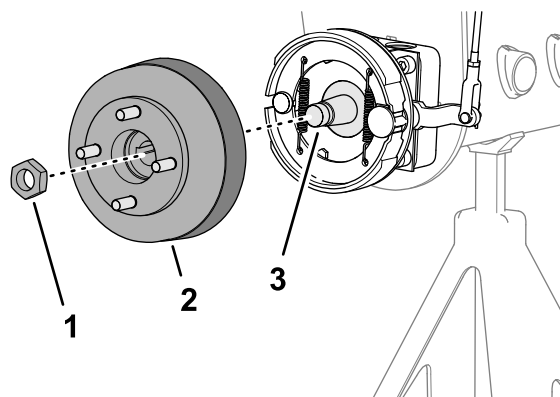
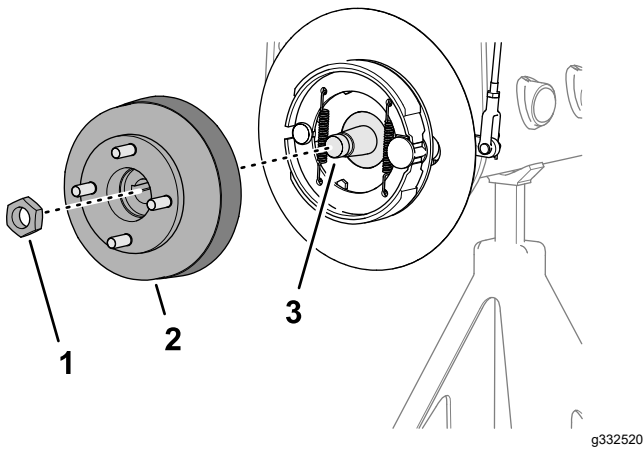

図 73
図 74
3. ホイールハブとブレーキドラムをホイールモータのシャフトに組み付ける図73または図74。
4. ロックナットでホイールハブをシャフトに取り付け 図 73または 図 74、手締めする。